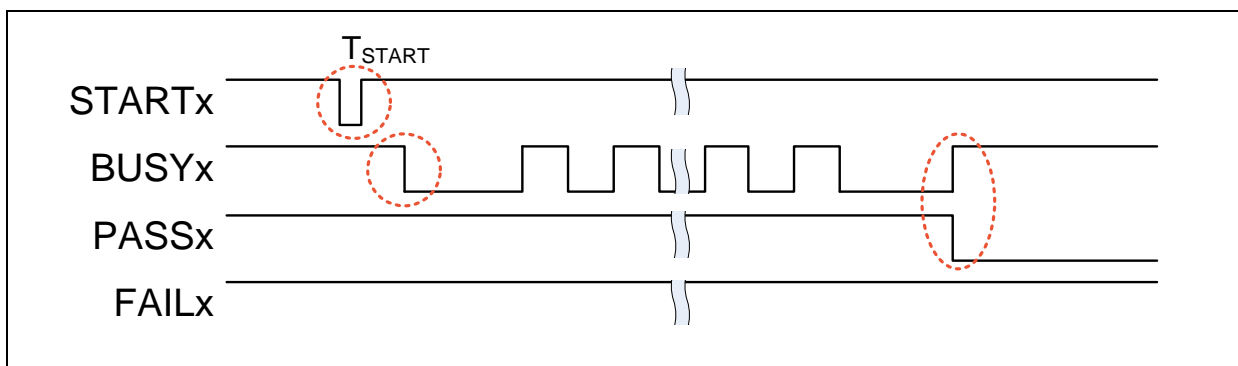

Figure 5-2 烧录成功波形
- 当BUSYx转为高电平且PASSx转为低电平，如Figure 5-2，表示烧录成功。